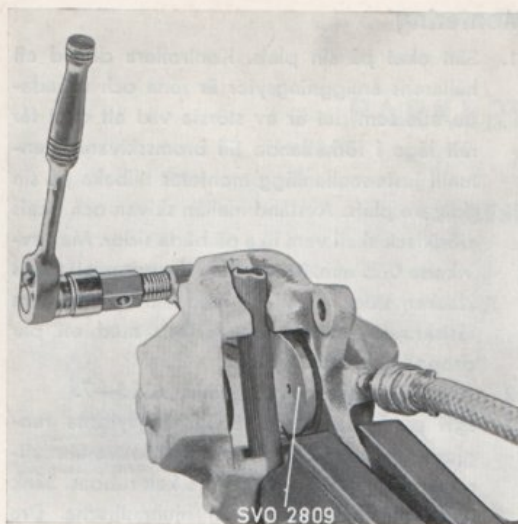

Bild 5—9. Demontering av kolv
2. Ta bort låsringarna och gummikåporna. Placera oket i ett skruvstycke enl. bild 5—9. Montera SVO 2809 och pressa den ena kolven i botten. Montera en lämplig luftanslutning, se bild 5—9, i oket. Placera en slangbit i oket och pressa ut den andra kolven. Trycket som erfordras kan uppgå till ca 7 kp/cm2. Ta bort kolven.